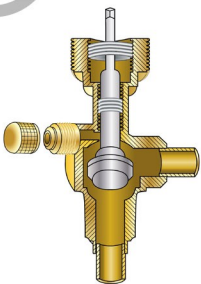

Figura 6-7: Asiento Medio
2. Asiento Medio es cuando el vástago se gira en el sentido de las agujas del reloj aproximadamente 180° hacia abajo desde la posición del asiento en el respaldo. El asiento medio conecta los tres puertos, la unidad exterior, el juego de líneas y el puerto de servicio. La posición del asiento medio se usa para medir la presión o para ajustar la carga de refrigerante mientras el sistema está en funcionamiento. El asiento medio también se refiere a colocar el vástago a medio camino entre las posiciones del asiento en el respaldo y del asiento delantero cuando el sistema está apagado para la recuperación y aspiración (Ver Figura 6-7). Esto es lo mismo que la válvula de servicio de tres posiciones para refrigeración.